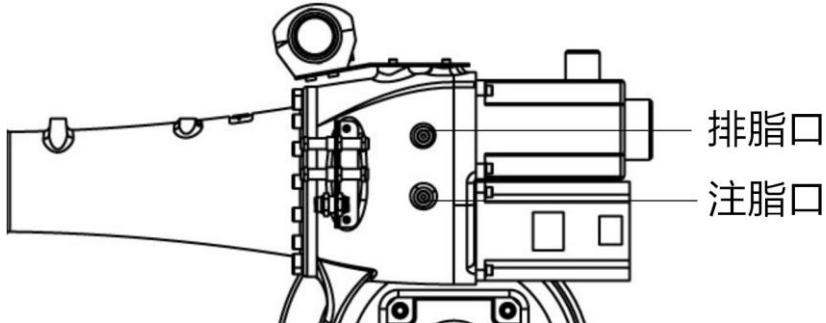

图 13-7 更换肘部齿轮箱润滑脂
- 卸下排脂口 M10x1 堵头及密封垫片，如图 13-7 所示。